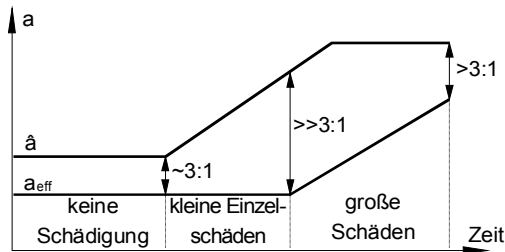

Bild 53: Typischer Schadensverlauf eines Wälzlagers
**Crest-Faktor** Ein bewährtes Verfahren im Zeitbereich ist die Crest-Faktormessung. Der Crest-Faktor ist der Quotient von Spitzenwert und Effektivwert der Schwingbeschleunigung ( $\hat{a}/a_{\text{eff}}$ ). Das Verfahren basiert auf der Erkenntnis, dass im Frühzustand einer Lagerschädigung nur geringe Änderungen im Effektivwert der Schwingbeschleunigung auftreten. Der Spitzenwert steigt hingegen bereits signifikant an (vgl. Bild 53).